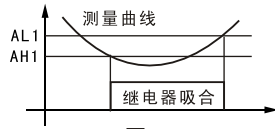

图2
3. 设定 AH1<AL1 (AH2<AL2), 当测量值 \leq AH1时, 继电器吸合; 当测量值 \geq AL1时继电器释放, 继电器动作情况见图2, 常用于下限报警。